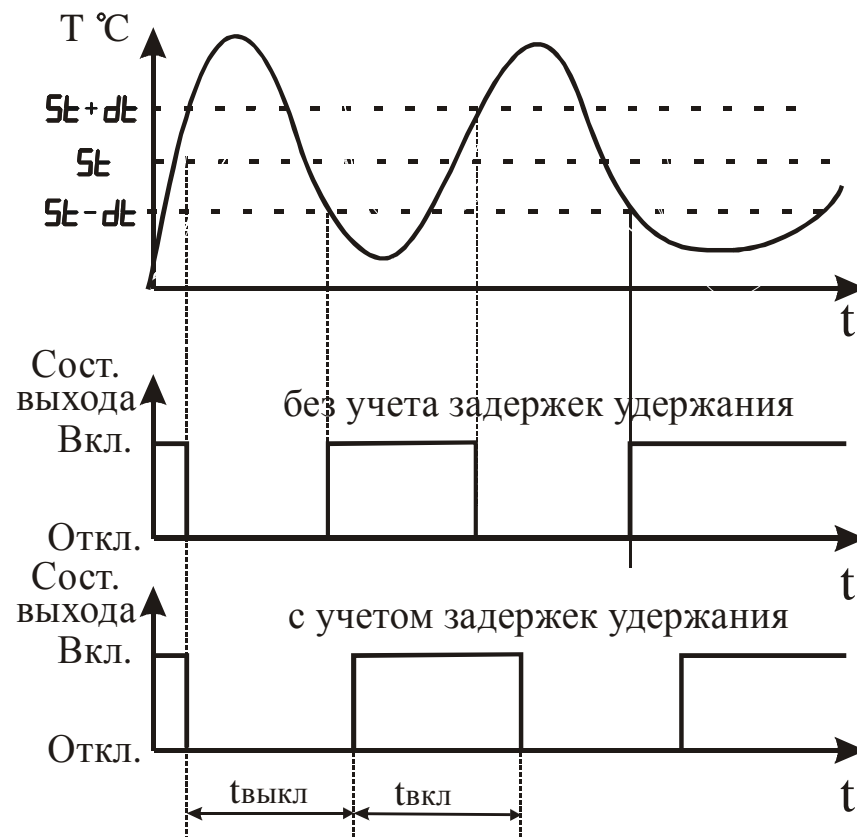

Рисунок 3.16 – Влияние параметров “Удержание замкнутым выходного устройства” и “Удержание разомкнутым выходного устройства” на состояние выходного устройства
3.3.3.11 Параметры “Удержание замкнутым выходного устройства” и “Удержание разомкнутым выходного устройства” задают минимальное время удержания выходного устройства в замкнутом и разомкнутом состоянии. Прибор удерживает выходное устройство в соответствующем состоянии в течение заданного времени, если даже по логике работы прибора должно произойти переключение (см. рисунок 3.16).